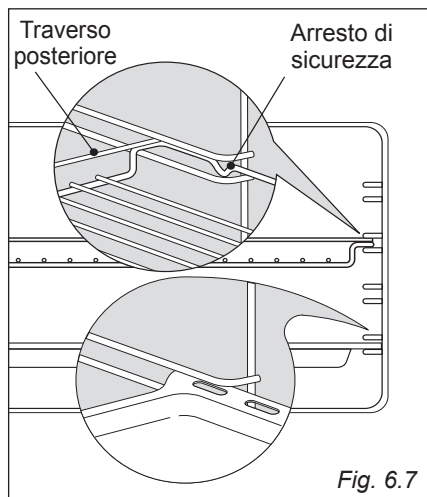

Fig. 6.7
- Infilare in mezzo alle guide dei telai laterali la leccarda e la griglia come in (fig. 6.7).